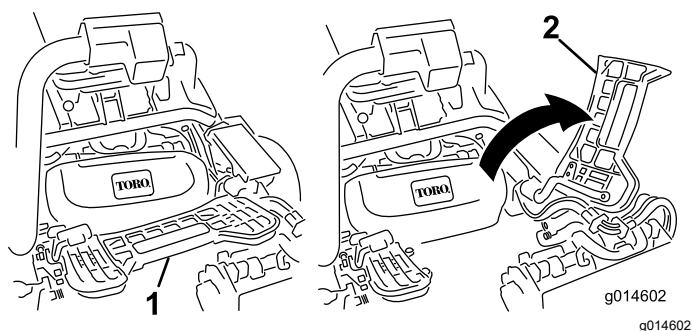

Figura 50
2. Levante o apoio do pé e abra-o, permitindo acesso à posição da unidade de corte central (Figura 50).